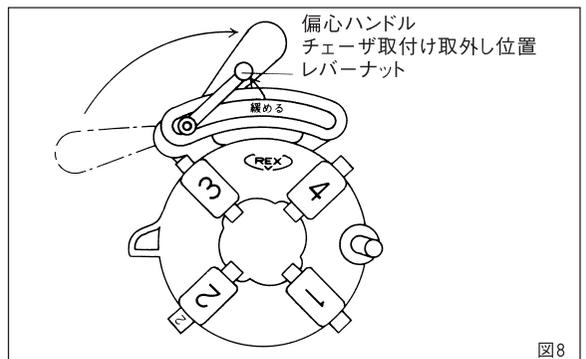

図8
a. チェーザの取外しかた (図8)
- ① 偏心ハンドルを図の方向に倒して、レバーナットをゆるめ、偏心ハンドル部を左はしいっぱいの位置までよせてください。これで3番と4番のチェーザが取外せます。
- ② 次にダイヘッドを起すと1番と2番のチェーザが取外れます。